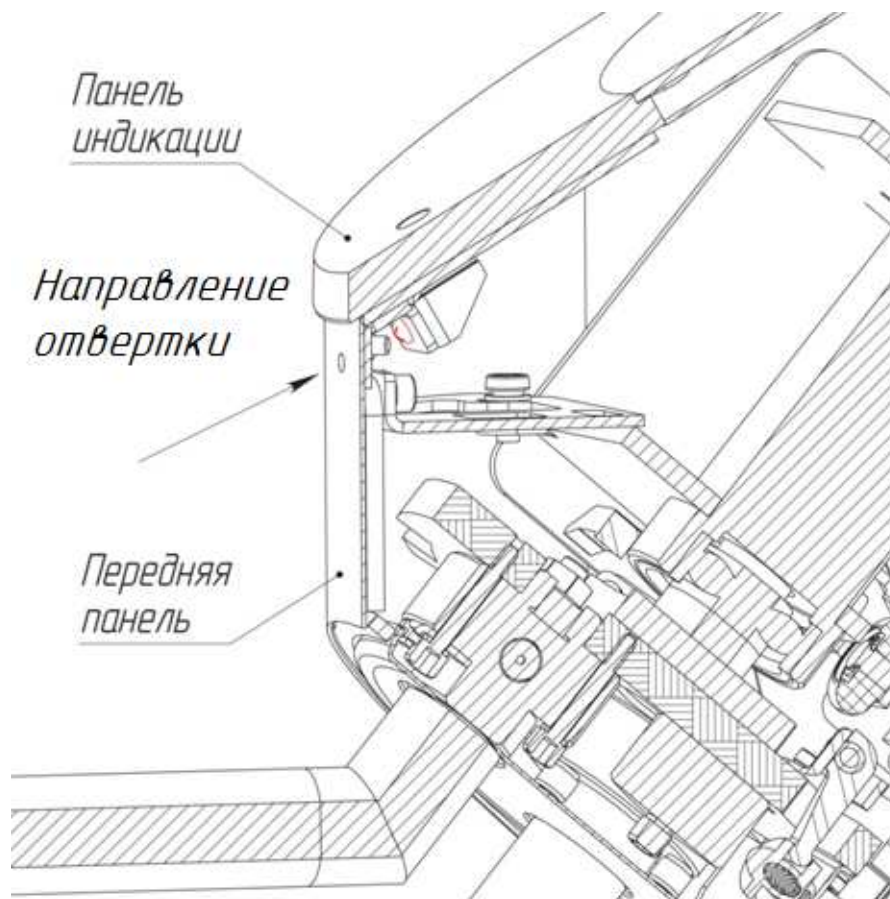

Рис. 3
- выверните винт фиксации панели индикации с помощью крестовой отвертки в направлении указанном на рис. 3;